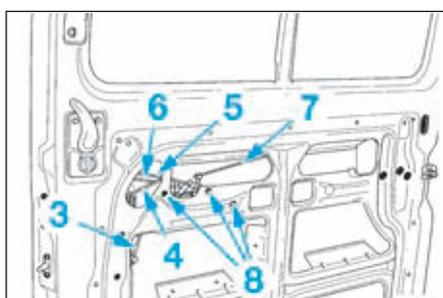

FIG.109
- Déposer (Fig.109) :
- la tringle de commande du barillet de porte (3).
- la tringle de commande de la poignée d'ouverture extérieure (4).
- la tringle de commande de la poignée d'ouverture intérieure (5).
- la tringle de commande de condamnation de porte (6).